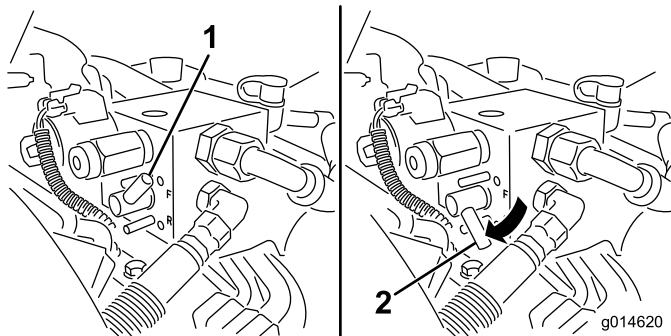

Bild 53
5. Drehen Sie den Läpphebel auf R (Bild 53).